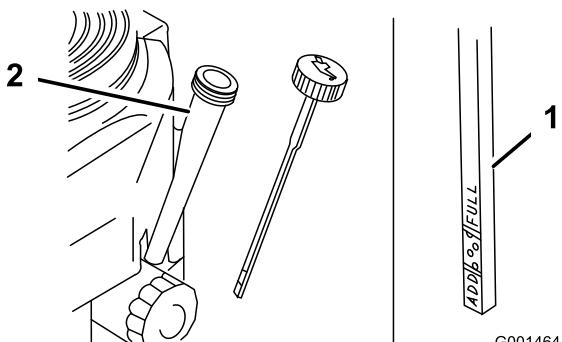

Bild 34
5. Schrauben Sie den Ölpeilstab heraus und wischen Sie das Metallende ab (Bild 34).
6. Schieben Sie den Ölpeilstab vollständig in den Einfüllstutzen (nicht in den Einfüllstutzen einschrauben) (Bild 34).
9. Gießen Sie ca. 80 % der angegebenen Ölmenge langsam in den Einfüllstutzen (Bild 34).